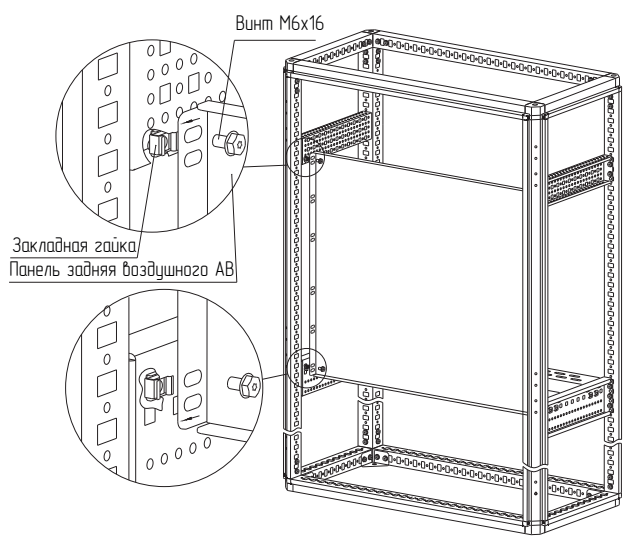

Рисунок 40
– вариант 2. Набором «закладная гайка М6 – винт М6×16 – шайба 6.4». Для этого предварительно установите закладные гайки в квадратные отверстия реек монтажных и закрепите панель заднюю воздушного АВ винтами М6×16 и шайбой (рисунок 40). Момент затяжки – 7 Н·м. Набор крепежа приобретается отдельно.